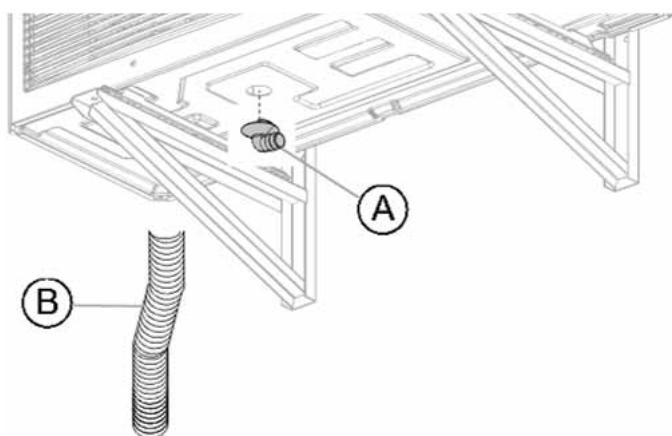

Abb. 9: Einsetzen des Kondensatablaufbogens A in die Außeneinheit
- Planen Sie einen ausreichenden Kondensatablauf an einer geeigneten Position unter der Außeneinheit (s. Abb. 9) gem. Kap. 3.11 ein.